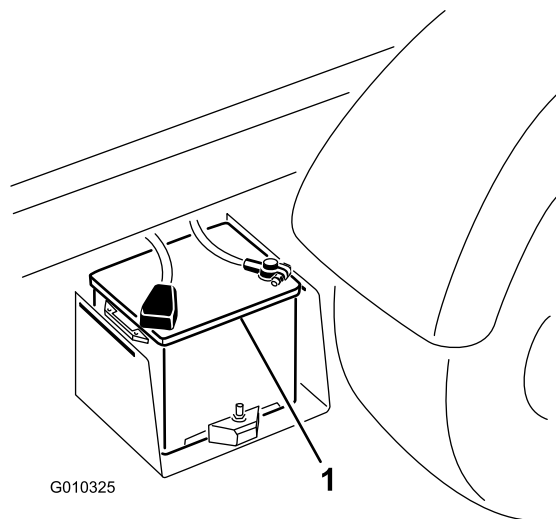

Figura 62
2. Collegate un cavetto portatile tra i poli positivi delle due batterie (Figura 62).